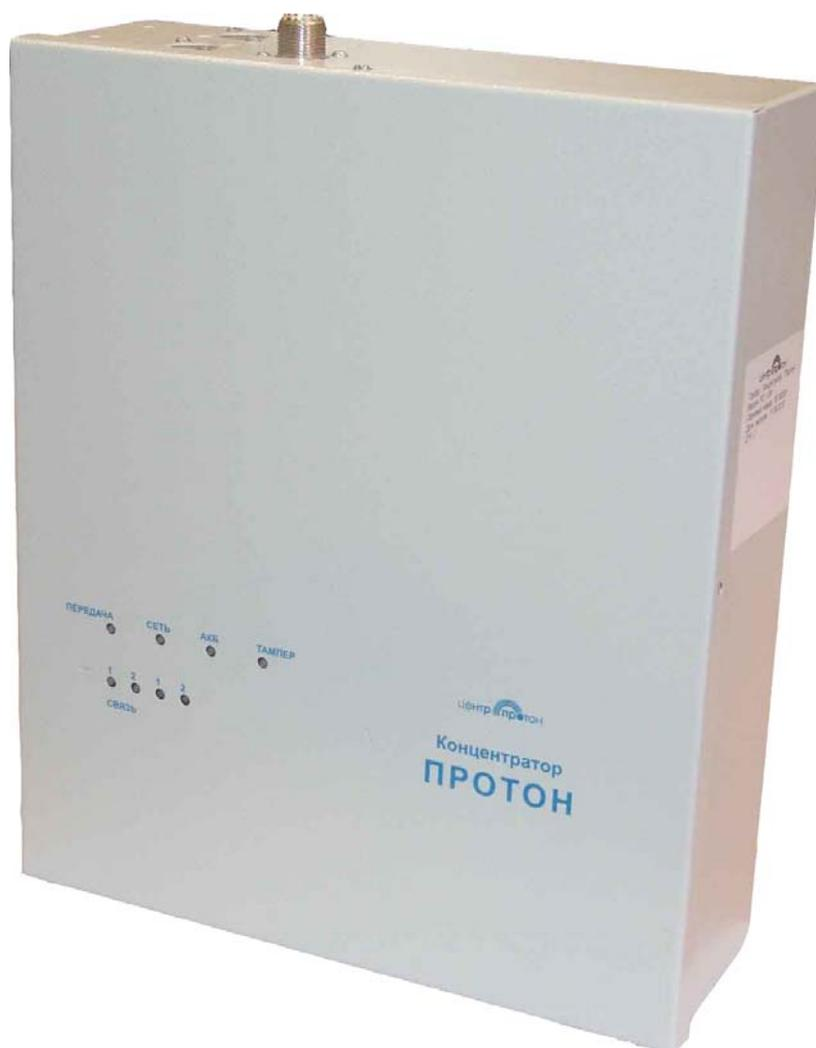

Рисунок 1
1.4.1.1 Конструктивно концентратор выполнен в металлическом корпусе, который состоит из двух частей - кожуха и крышки (рисунок 1). Крепление концентратора к вертикальной поверхности предусмотрено через 2 отверстия в кронштейнах, приваренных к задней стенке кожуха. Для фиксации концентратора на стене есть третье отверстие, доступное только изнутри корпуса.